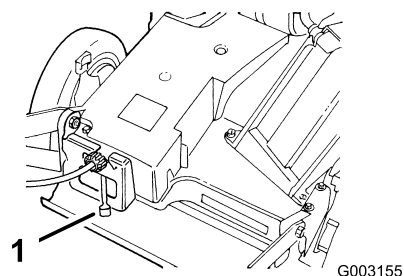

Figura 13
4. Mueva el control de velocidad sobre el terreno a la posición de Punto muerto (N) (Figura 13).